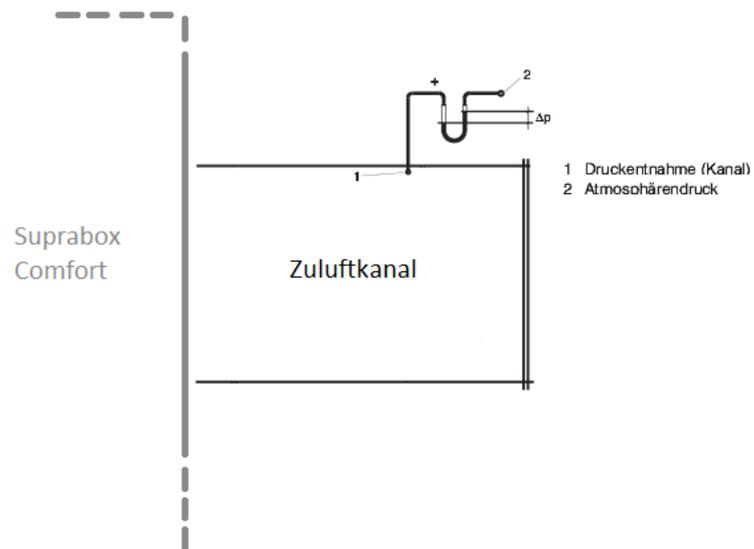

Abbildung 1: Überdruckmessung im Zuluftkanal
- Zur Regelung eines konstanten Überdrucks im Zuluftkanal muss der Messaufnehmer P1 verwendet werden. Hierbei ist die Anschlussstelle P1 (+) am Zuluftkanal zur Messung des Überdrucks anzubringen und die Anschlussstelle P1 (-) misst den Druck der Umgebung. (Abbildung 1)